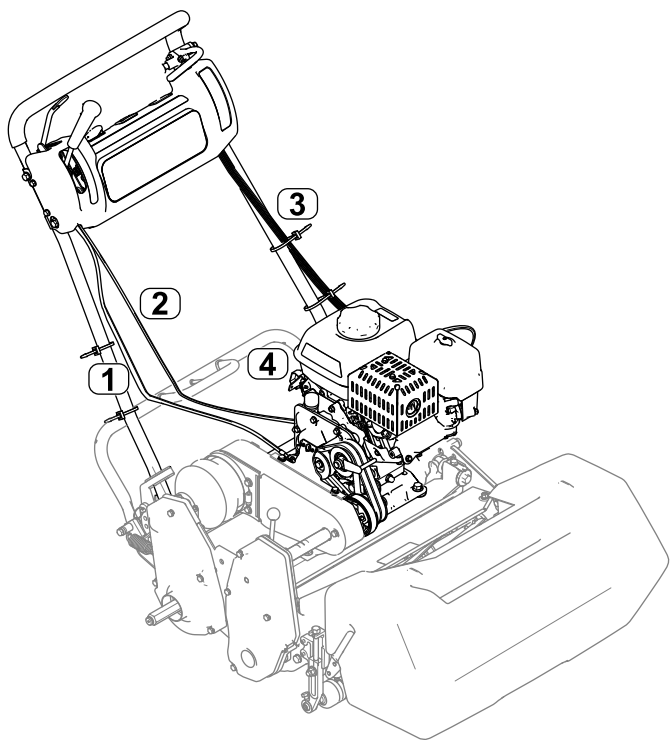

图 8
7. 将油门拉索安装到机器上请参阅机器维修手册图 8。
**注意** 如图 8 所示观察油门拉索的布置方向。将拉索布置到发动机左侧位于空气滤清器盖和燃油箱之间。
11. 将线束连接到联锁模块然后将线束向上布置到手柄左侧图 8。